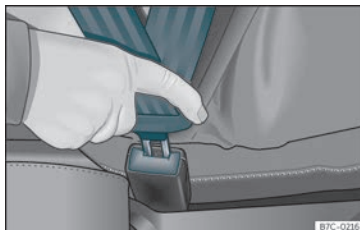

Fig. 13 Inserire la linguetta della cintura di sicurezza nella relativa chiusura.
- Incastrare la linguetta nella chiusura del relativo sedile >>> **fig. 13**.